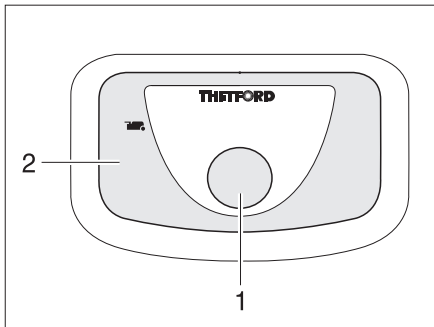

Bild 104 Spolknapp/kontrollampa Thetford-toalett
- ▶ För att spola, tryck på den blå spolknappen (Bild 104,1).
Kontrollampen (Bild 104,2) lyser när Thetford-kassetten måste tömmas.